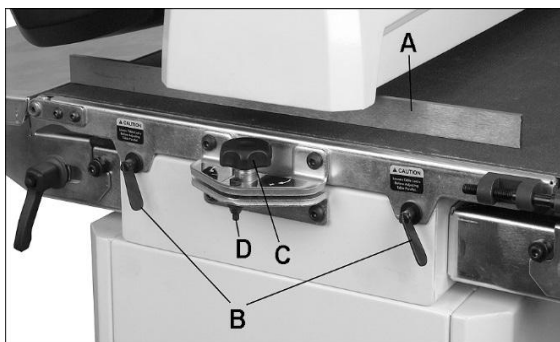

Figure 8-4: Alignement du cylindre
3. Insérez la jauge entre le cylindre et la table du convoyeur du côté externe du cylindre (A, Figure 8-4).
3. Si une bavure est visible là où le cylindre chevauche, desserrer les deux vis de verrouillage de la table (B, Figure 8-4) et abaissez légèrement la table sur l'extrémité externe en tournant le bouton (C).
**Remarque :** Pour un matériau à poncer réduit (inférieur à 560 mm), retournez la table du convoyeur en position parallèle. Tournez le bouton en direction opposée jusqu'à ce que le contre-écrou (D) soit touché. Le contre-écrou fait butée pour le parallélisme de la table.